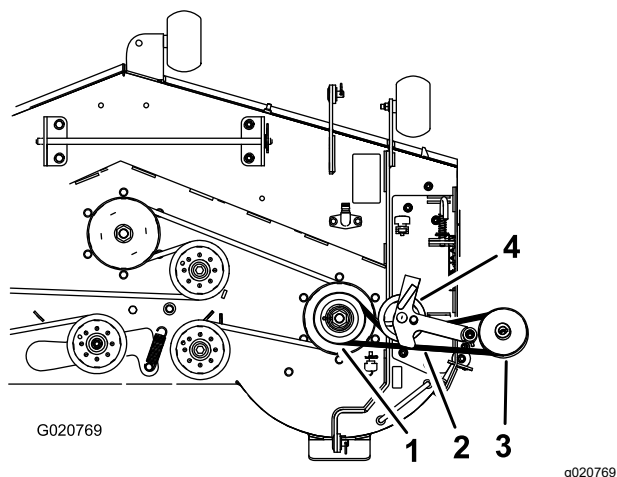
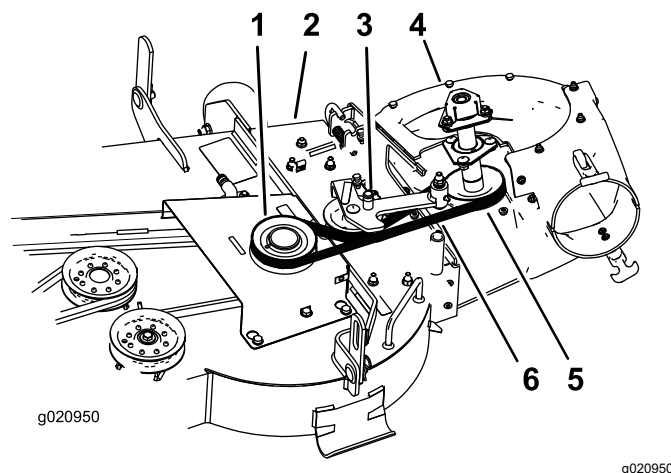

Figura 17
Figura 18
1. Si es necesario, instale la correa alrededor de la polea del soplador (Figura 18).
1. Si es necesario, instale la correa alrededor de la polea del soplador (Figura 17 y Figura 18). Consulte 5 Instalación del conjunto del soplador \(página 12\).
3. Pase la correa alrededor de la polea motriz, según se muestra en Figura 17 y Figura 18.
4. Enrute la correa provisionalmente por debajo de la polea tensora (Figura 18).
7. Aparte la polea tensora tensada con muelle de la clavija fija del muelle, y pase la correa alrededor de la polea de la carcasa de corte (Figura 18).